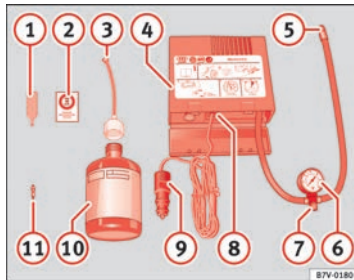

Abb. 135 Bestandteile des Reifenreparatursatzes
- ② Aufkleber mit der Geschwindigkeitsangabe „max. 80 km/h“ bzw. „max. 50 mph“
- ③ Füllschlauch mit Verschlussstopfen
- ④ Kompressor
- ⑤ Reifenfüllschlauch
- ⑥ Reifenfülldruckanzeige
- ⑦ Luftablassschraube
- ⑧ Ein-/Ausschalter
- ⑨ 12-Volt-Kabelstecker ⇒ Seite 125
- ⑩ Reifenfüllflasche mit Dichtungsmittel
- ⑪ Ersatz-Ventileinsatz
Der Ventileinsatzdreher ① ⇒ Abb. 135 hat am unteren Ende einen Schlitz, in den der Ventileinsatz passt. Nur so kann der Ventileinsatz aus dem Rei-
- Kleben Sie den Aufkleber ② ⇒ Abb. 135 ⇒ Seite 215 auf die Instrumententafel im Sichtfeld des Fahrers.
- Schrauben Sie mit Hilfe des Ventileinsatzdrehers ① den Ventileinsatz heraus und legen ihn auf einen sauberen Untergrund (Lappen, Paper u. Ä.).
⇒ Abb. 135 ⇒ Seite 215.
- Schreiben Sie den Reifenfüllschlauch ⑤ ⇒ Abb. 135 ⇒ Seite 215 des Luftkompressors fest auf das Reifenventil.
- Achten Sie darauf, dass die Luftablassschraube ⑦ zugedreht ist.
- Stecken Sie den Stecker ⑨ in die 12-Volt-Steckdose.
- Schalten Sie den Luftkompressor mit dem EIN- und AUS-Schalter ⑧ ein.
- Wenn der Luftdruck von 2,0 – 2,5 bar nicht erreicht werden kann, schrauben Sie den Reifenfüllschlauch ⑤ vom Reifenventil ab.
- Schrauben Sie den Reifenfüllschlauch des Luftkompressors ⑤ erneut fest auf das Reifenventil und wiederholen Sie den Aufpumpvorgang.